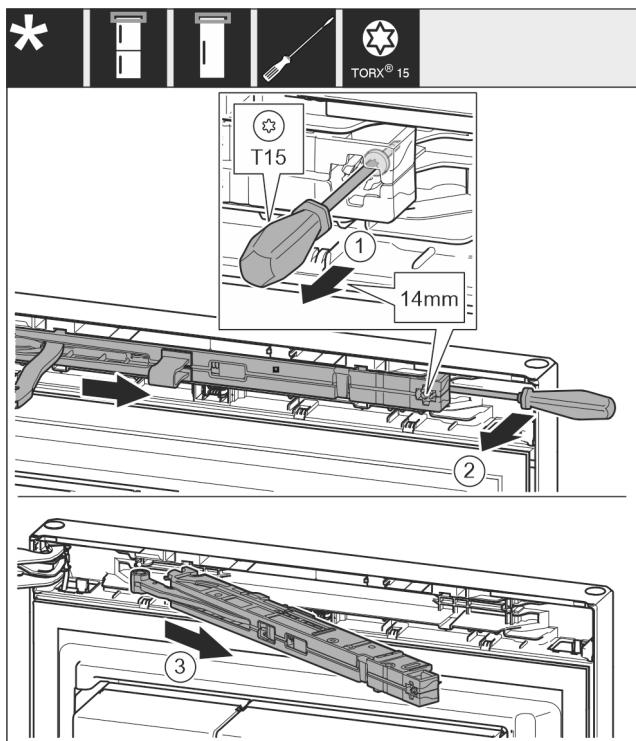

Fig. 10
- С отвертка T15 отвийте винта на блока на затварящия демпфер с ок. 14 mm. *Fig. 10 (1)*
- От страната на дръжката вкарайте отвертка зад блока на затварящия демпфер и завъртете напред. *Fig. 10 (2)*
- Издърпайте блока на затварящия демпфер. *Fig. 10 (3)*